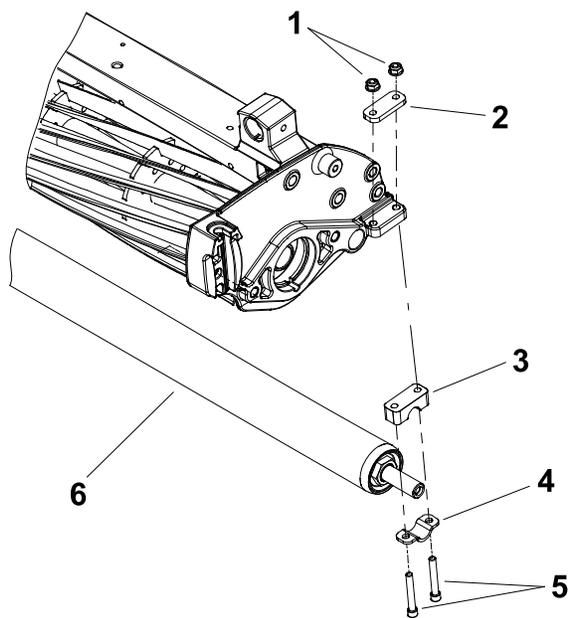

Рисунок 9
4. Чтобы снять задний валик в сборе, выполните следующие действия. См. Рисунок 9